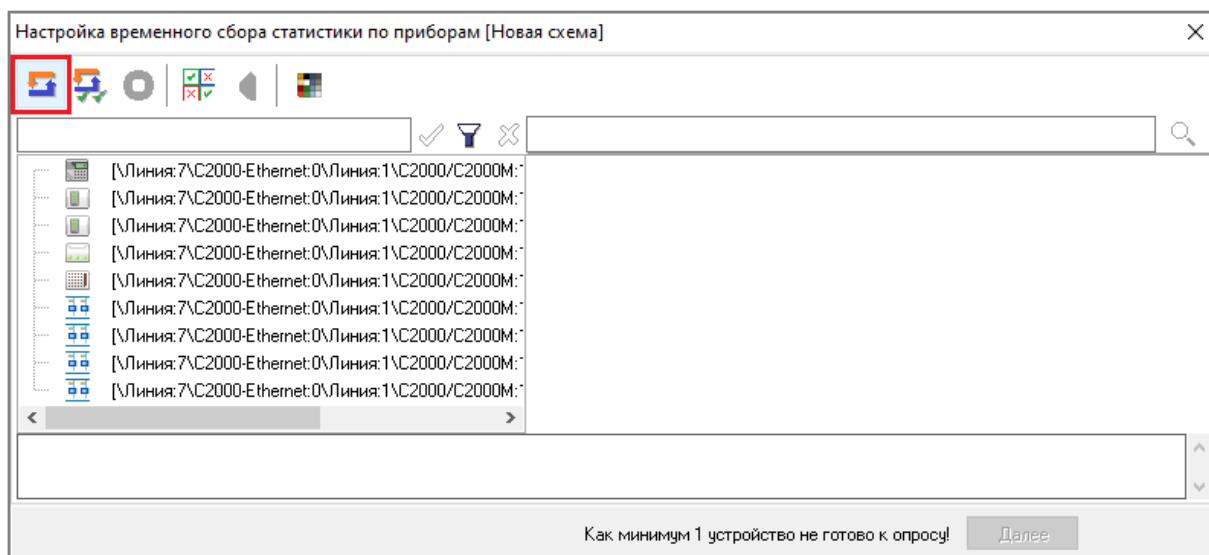

Рисунок 12-151 Запуск процесса инициализации всех объектов списка инициализируемых объектов
- чтобы запустить процесс инициализации всех объектов списка инициализируемых объектов (см. п. 12.6.7.3.2.1), нажмите кнопку  «Инициализировать все элементы» (см. Рисунок 12-151);